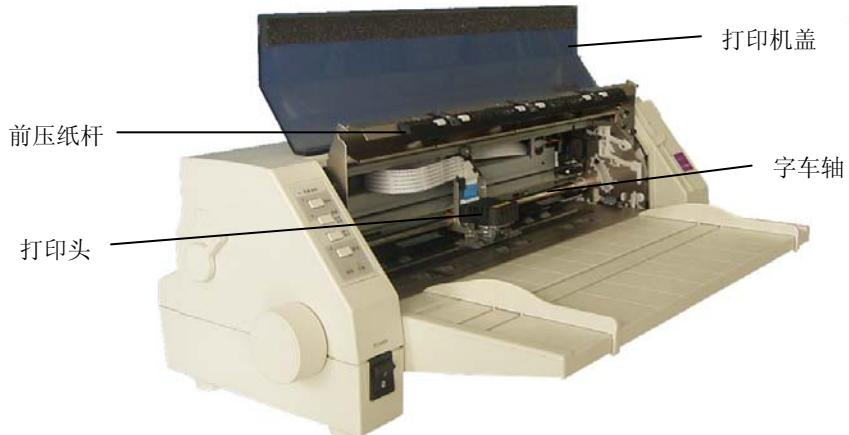

图 2-6 打开打印机盖
- 向外拉起前导纸器压纸杆，将其置于打印机前上方（如图 2-6 所示）。